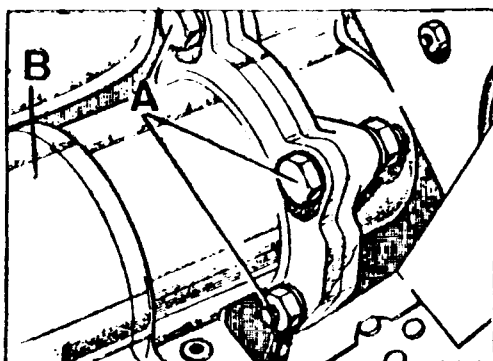

Fig. A3-16 Desmontaje del motor de arranque
- 1.7. Soltar los pernos de fijación, A (Fig. A3-16) y retirar el conjunto motor de arranque, B.